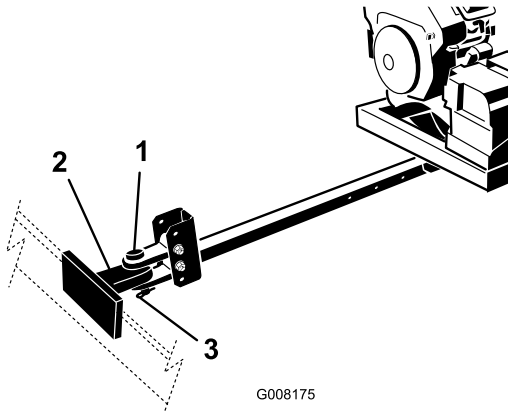

Bild 8
4. Schließen Sie die Anbauvorrichtung des Bläfers mit dem Anbauvorrichtungsstift und der Lastöse an der Anbauvorrichtung der Zugmaschine an (Bild 8).